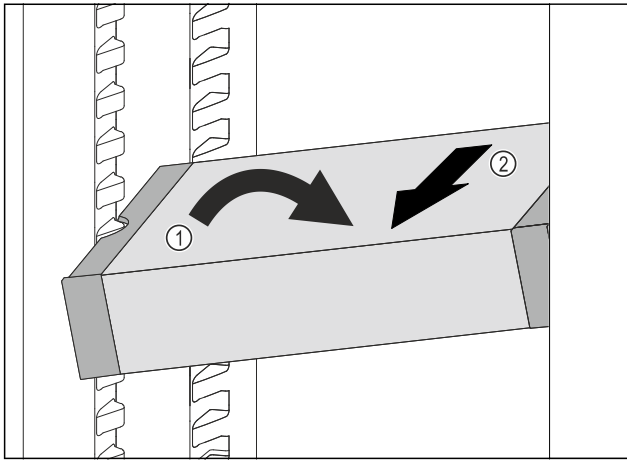

Fig. 99
- ▶ VarioSafe in het koelgedeelte schuin zetten. Fig. 99 (1)
- ▶ VarioSafe naar voren toe verwijderen. Fig. 99 (2)